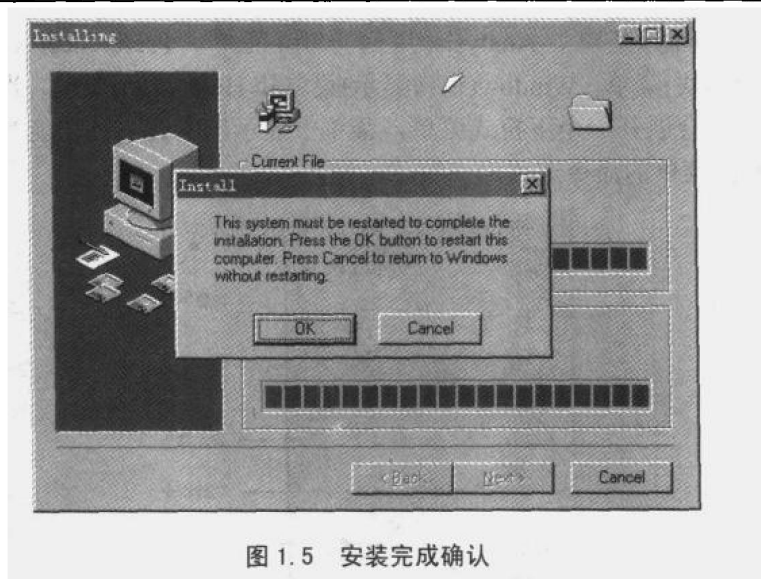

图 1.5 安装完成确认
- (4) 接下来出现安装前确认对话框,单击对话框的  按钮以后会出现正在安装对话框,安装完成后会出现如图 1.5 所示的对话框,提示需要重新启动计算机。单击  按钮即可。